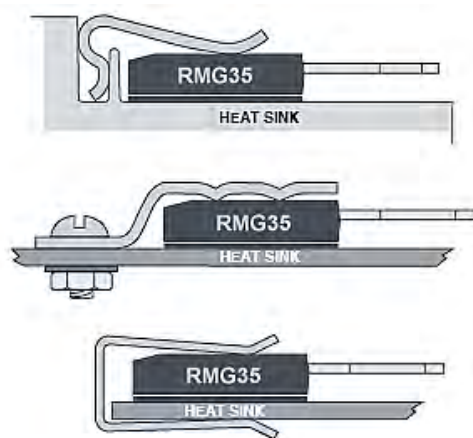

Figure 2 - 彈片式的安裝技巧
- 彈片夾 Spring Clips 用來組裝德鍵塑封功率電阻的散熱片，是許多設計師的首選，用來代替螺絲。市面有很多五金件製造商提供這些彈片夾，即專為安裝 TO-220 和 TO-247 封裝標準的彈簧和散熱器預切款。彈簧夾提供了很多利於組裝的優點，但其最大的優勢是其一致性的彈力，將塑封功率電阻的中心均勻的夾住 (如圖 Figure 2)。